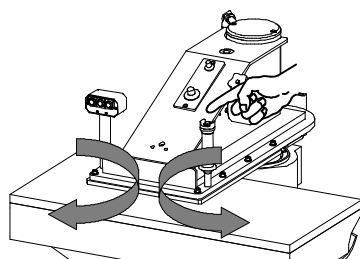

Fig. 11
b) Il braccio si può spostare indifferentemente sia a destra che a sinistra, con una rotazione totale di circa 180° per mezzo delle apposite impugnature. Su quella di destra si trova il pulsante per il comando bimanuale (Fig. 11)